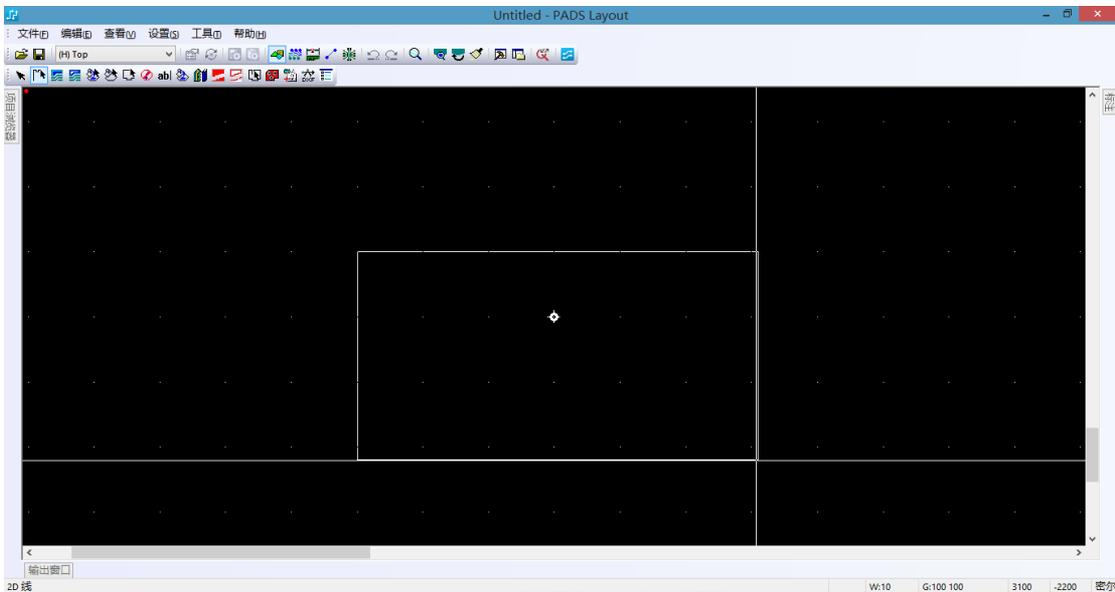

图 8-14 绘制矩形完成
- (6) 双击鼠标左键，完成矩形绘制，如图 8-14 所示。